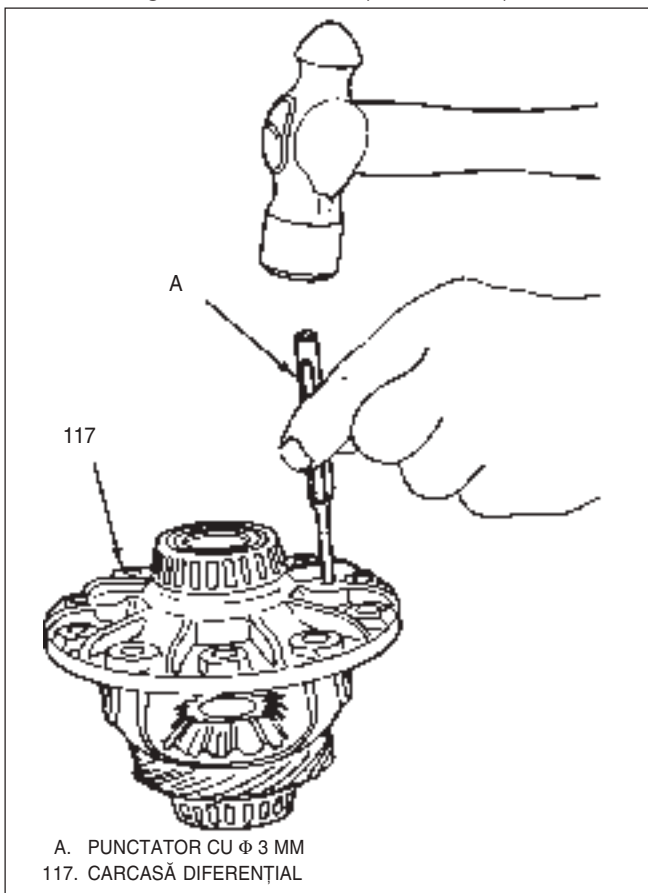

Fig. 72 Demontare știft reținere ax pinioane sateliți
- 4) Pinion conducător vitezometru(123) de pe carcasa diferențialului(117) prin tăiere(se distruge).
- folosind un dorn de alamă, se lovește ușor pinionul(123) cu punctatorul și ciocanul.
- 5) Inele reținere și ax pinioane sateliți(115) folosind un punctator cu  $\Phi$  3 mm și un ciocan, Fig 72 și 73.